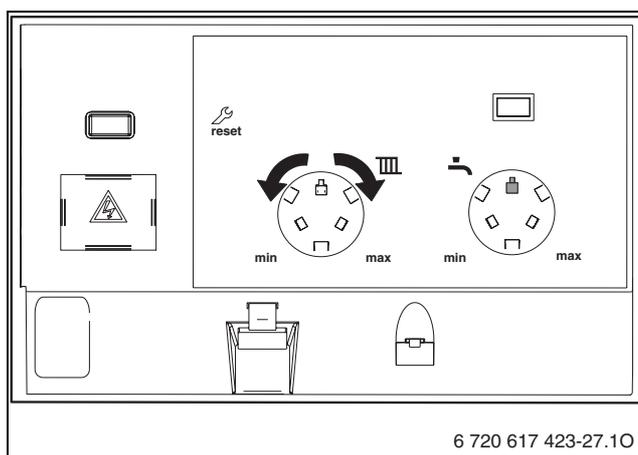

Fig. 35
- ▶ Allentare la vite della presa di pressione gas (1) (→ pag. 47) e collegare il manometro gas.
- ▶ Portare la manopola in posizione centrale (→ fig. 35).